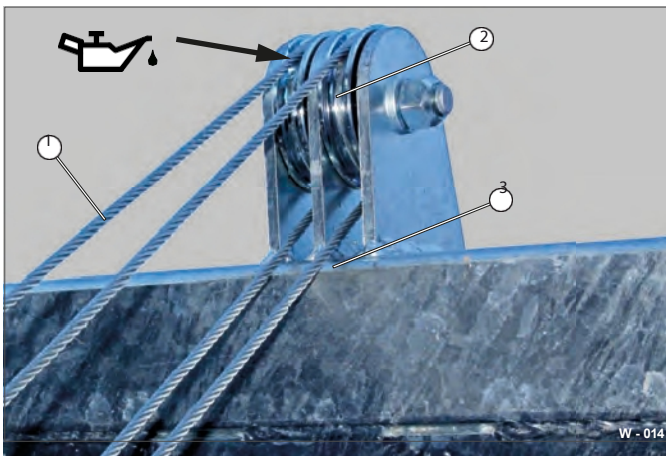

Fig. 14 Kontroll / smörjning av vajer / avböjningshjul
- Inspektera den utdragna vajern (Fig. 14/1) med avseende på eventuella skador.